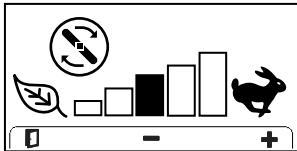

Bild 27
- **Messerdrehzahl-Anzeige (Bild 27):** Drücken Sie die Taste , um diese Anzeige aufzurufen, und drücken Sie , um die Messerdrehzahl des Mähwerks einzustellen. Auf dieser Anzeige kann nur zugegriffen werden, wenn Smart Power ausgeschaltet ist.